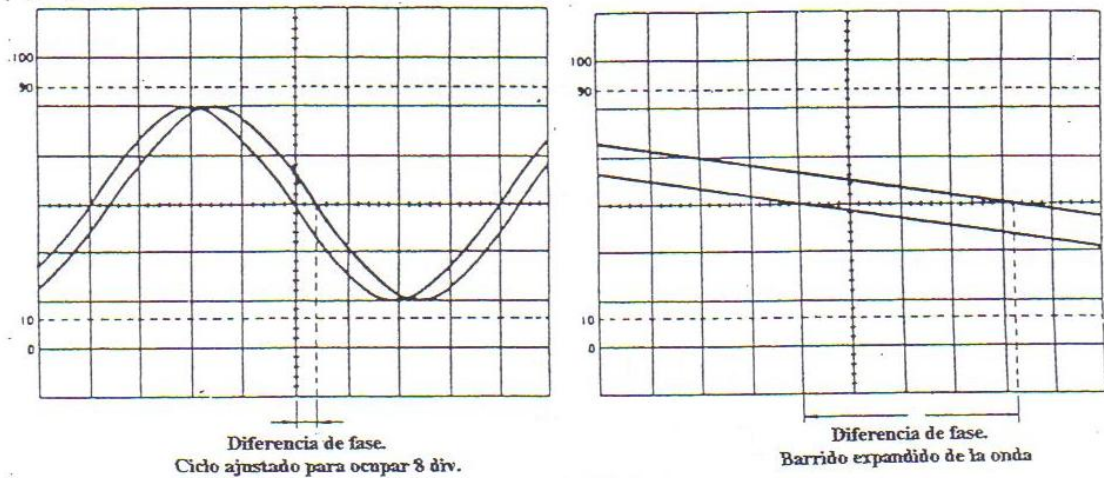

Figura 4.8
4.C.3.5.2 MÉTODO N° 2 (Ver figura 4.8). El método anterior permite 45° por división, lo cual no puede dar la exactitud deseada para diferencias de fases pequeñas.
Sí una mayor exactitud es requerida, el valor del MAIN TIME BASE puede ser cambiado para extender la muestra, como se señala en la figura 4.8. El valor del control VAR SWEEP no debe ser tocado. Sí es necesario, el TRIG LEVEL puede ser reajustado. Para este tipo de operación, la relación de una división a 45° no se mantiene. En su lugar, la siguiente ecuación debe ser empleada: